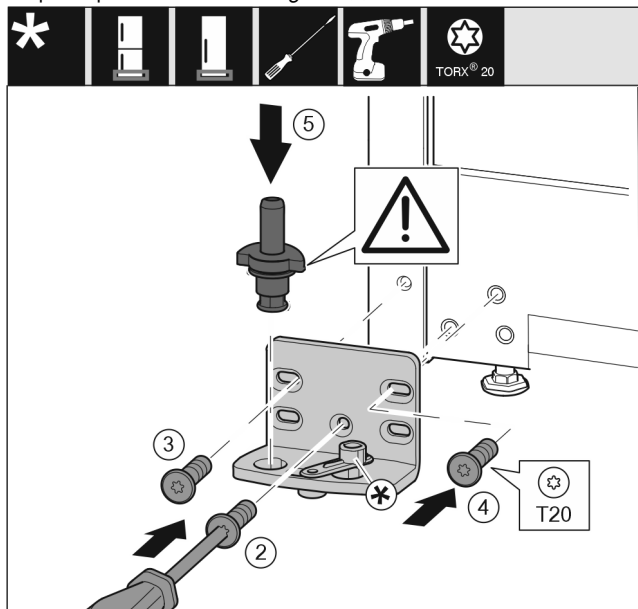

Fig. 43 *
- Vendosni bazamentin mbështetës në anën tjetër dhe mbërthejeni me ndihmën e një kaçavide. Filloni me vidën Fig. 43 (2) poshtë në mes.*
- Mbërtheni fort vidën Fig. 43 (3) dhe vidën Fig. 43 (4).*
- Vendosni komplet në vend bulonin e rrotullimit Fig. 43 (5). Këtu bëni kujdes që gunga ndaluese të jetë e kthyer nga poshtë.*